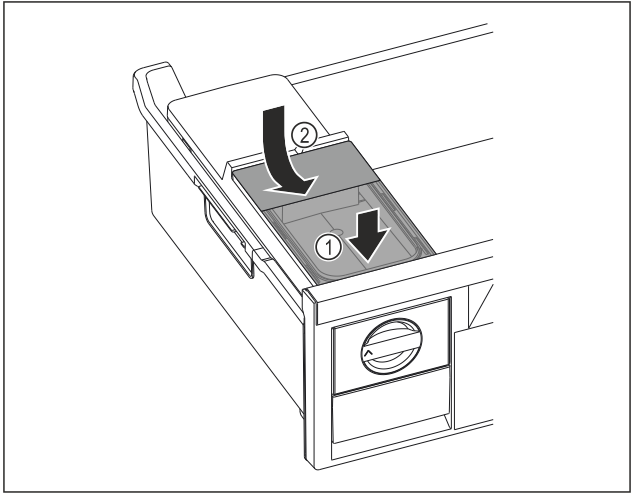

Fig. 98
- 放置水箱前部。 Fig. 98 (1)
- 放下水箱后部。 Fig. 98 (2)